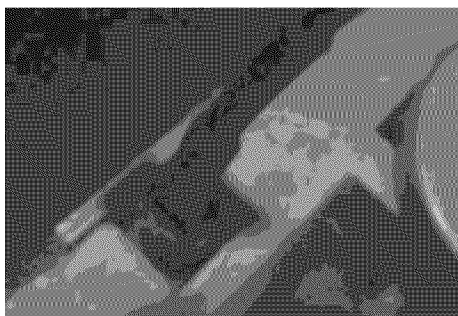

Fig. 11m
10. Introduzca la punta pequeña del cable del quemador lateral dentro del casquillo del quemador lateral como puede verse en las **Fig. 11l** y **Fig. 11m**. Fíjela presionando con la cubierta blanco como puede verse en la **Fig. 11n**. También tenga a bien prestar atención a las **Fig. 11l**, **Fig. 11m**, y **Fig. 11n**; estas tres imágenes se encuentran en la parte inferior del estante lateral derecho, mirando hacia el frente de la parrilla desde la parte trasera.